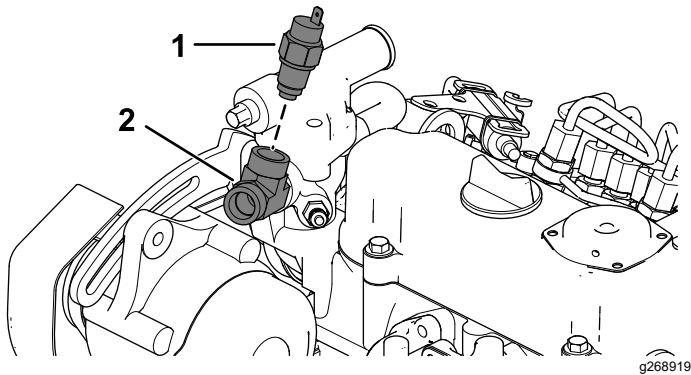

図 15
- B. 字フィッティングを取り付ける 図 15。
C. 温度スイッチを取り付ける 図 15。